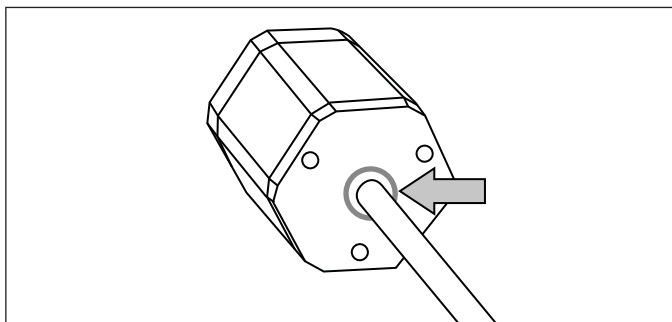

Abb. 22: Korrekte Position des O-Rings in der Nut des Sensorelektronikgehäuses
4. Stellen Sie sicher, dass die O-Ring-Dichtung (Artikelnr. 562 003) in der Nut am Sensorelektronikgehäuse korrekt positioniert ist, bevor Sie die Basiseinheit in das Stützrohr einsetzen und die Sensorelektronik befestigen (Abb. 22).
3. Stellen Sie sicher, dass die O-Ring-Dichtung (Artikelnr. 562 003) in der Nut am Sensorelektronik korrekt eingesetzt ist, bevor Sie die Basiseinheit in das Stützrohr bzw. das HFP-Profil einsetzen und die Sensorelektronik befestigen (Abb. 22).
- Stellen Sie sicher, dass die O-Ring-Dichtung (Artikelnr. 562 003) in der Nut am Sensorelektronik korrekt eingesetzt ist, bevor Sie die Baseinheit in das Stützrohr einsetzen und die Sensorelektronik befestigen (Abb. 22).